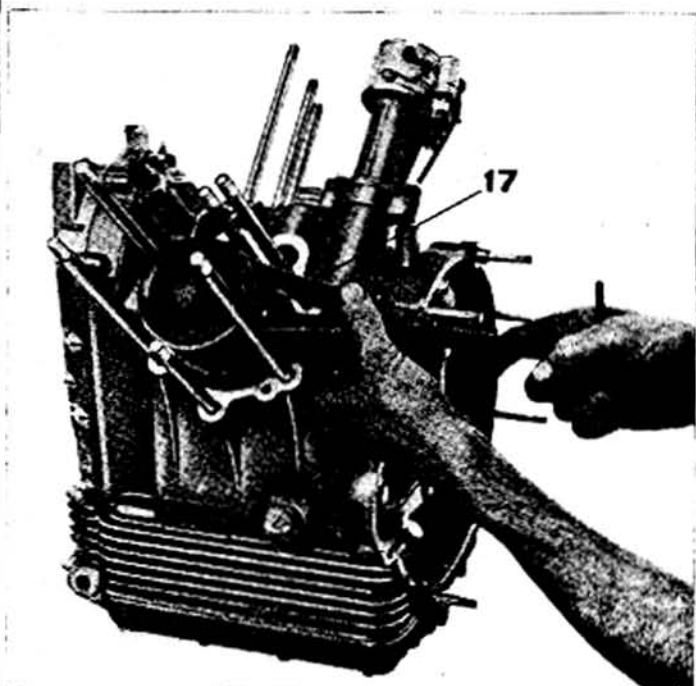

Fig. 16
- lo spinotto pistone a mezzo estrattore numero 26907800 (vedere 17 di fig. 16) dopo aver tolto le mollette di tenuta;